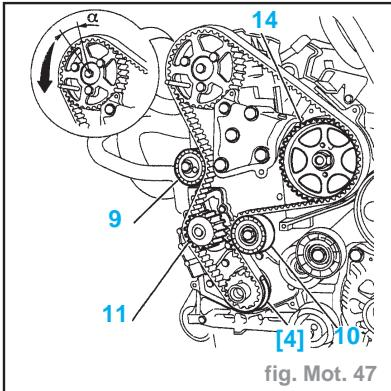

fig. Mot. 47
- En cas de remplacement, couples de serrage : galet (10) à **4,3 daN.m**.
- Desserrer les vis (12).
- Contrôler la libre rotation de la poulie (13) sur son moyeu.
- Serrer les vis (12) à la main.
- Desserrer les vis (12) de **1/6** de tour.
- Tourner la poulie (13) dans le sens horaire jusqu'en butée à fond de boutonnières.
- vilebrequin (immobiliser la courroie à l'aide de l'outil [4] (-.0188-K (fig. Mot. 47))
- galet-enrouleur (10)
- Plaquer la courroie de distribution sur la poulie (14).